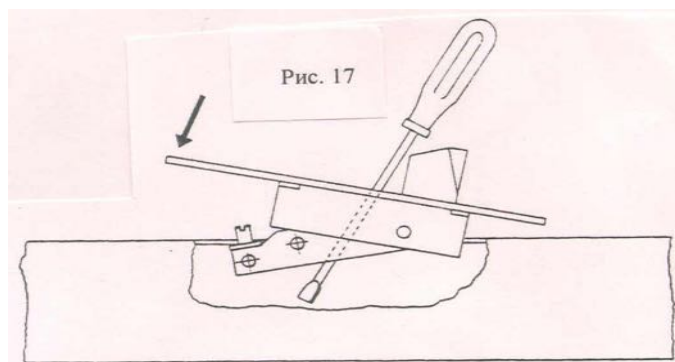

Рис. 17
- 5) Прикрепить девиатор к внешней тяге и вставить его в паз при помощи отвертки (рис. 17).